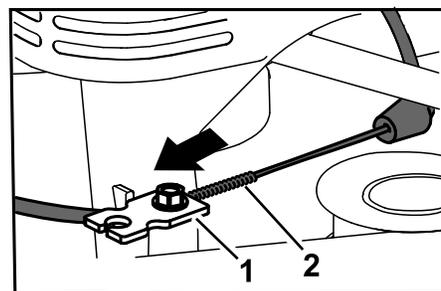

Figura 48
6. Empurre a manga do cabo para eliminar a folga (Figura 48).